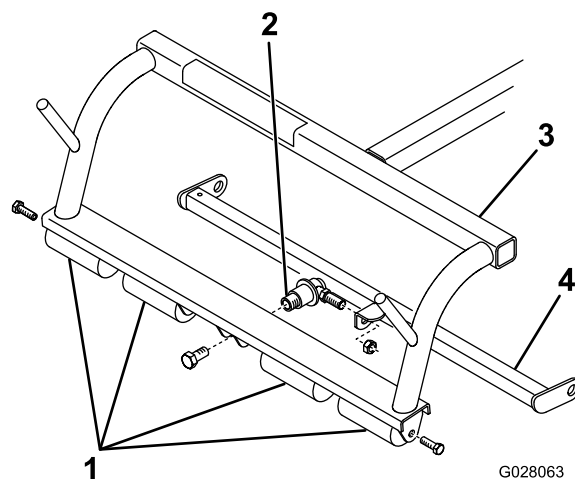

Figura 1
2. Remova a estrutura de tração e instale a junta esférica; consulte a Figura 1.